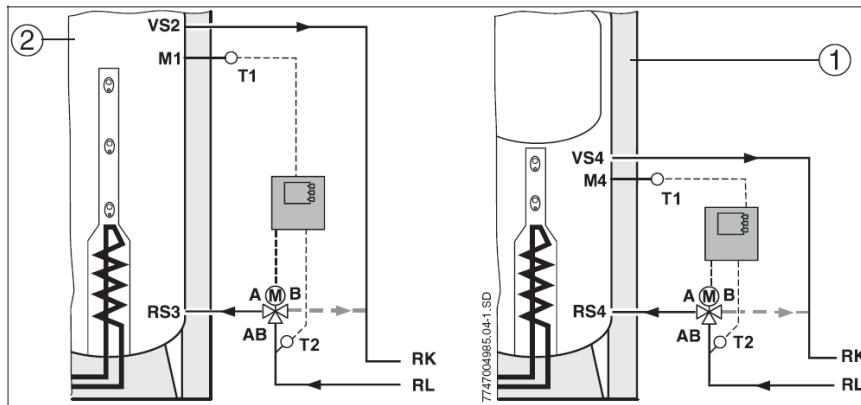

Рис. 6 Повышение температуры в обратном трубопроводе при использовании буферного накопителя (слева) и комбинированного геобакка (справа)
Обратите внимание на маркировку мест подключения 3-ходового сервопривода. На Рис. 6 представлен клапан, который при снятом электрическом напряжении открывает путь от АВ к В. Как только достигается заданная разность температур (→ Табл. 7, Стр. 19), клапан переключает поток с АВ на А.
- Трёхходовой клапан монтировать в обратный трубопровод между буферным накопителем (→ Рис. 6, Поз. 2) или комбинированным гелиобаком (→ Рис. 6, Поз. 1) и отопительным котлом.